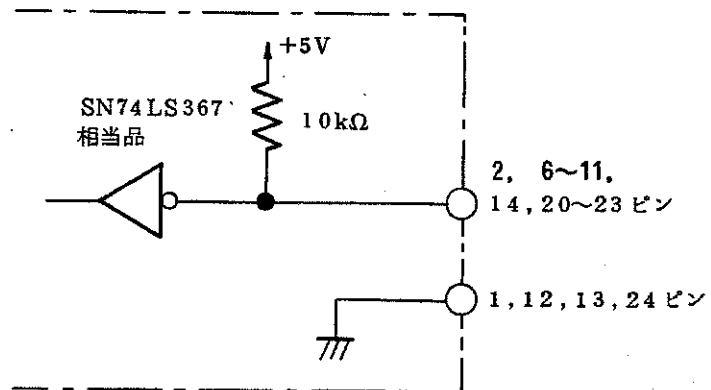

図6-4 リモート・コントロール信号の入力回路
*RCA, *RCB, *RCC, *RCD, *RE信号の入力回路を、[図6-4]に示します。